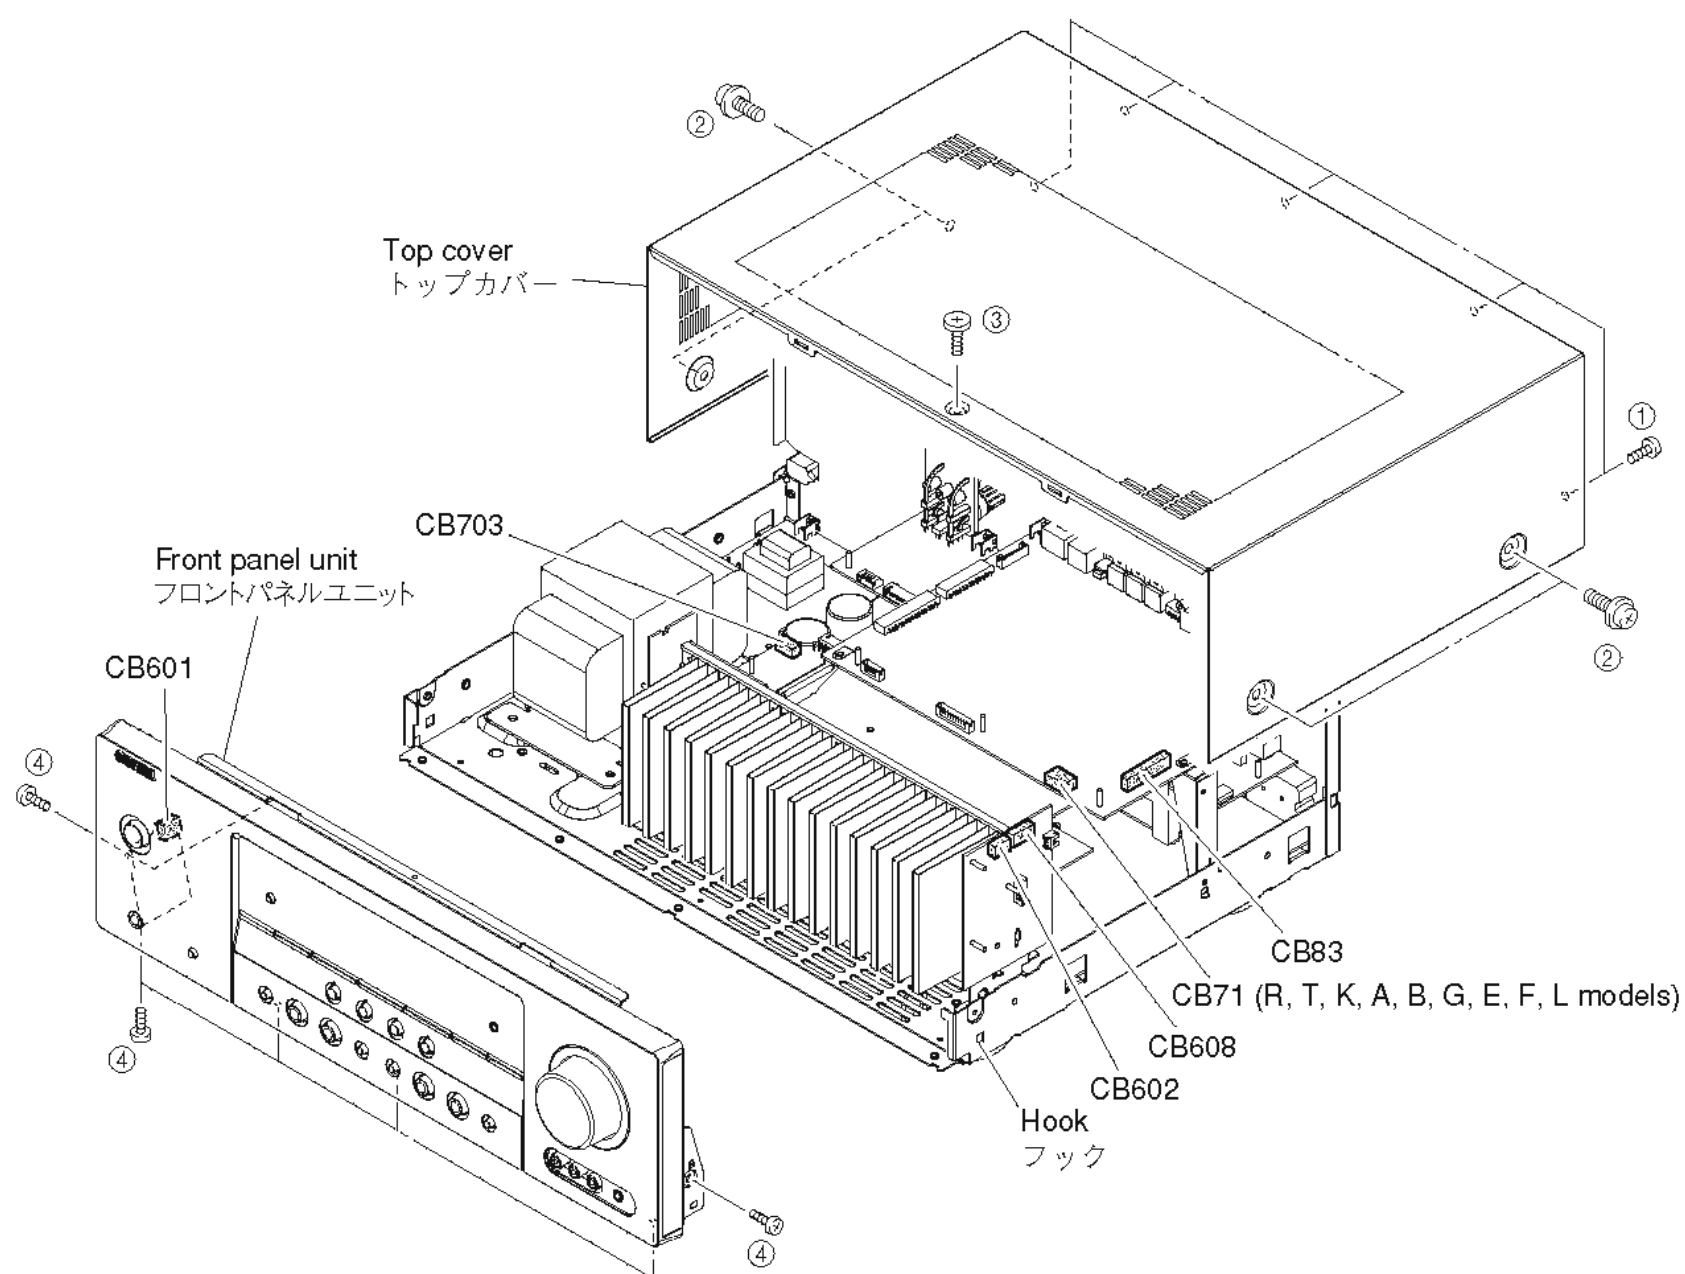

Fig. 1
- a. Remove 5 screws (①), 4 screws (②) and 1 screw (③). (Fig. 1)
- b. Slide the top cover rearward to remove it. (Fig. 1)
- a. ①のネジ5本、②のネジ4本、③のネジ1本を外します。(Fig. 1)
- b. トップカバーを後方へスライドさせ、取り外します。(Fig. 1)
- a. Remove 6 screws (④). (Fig. 1)
- b. Remove CB71 (R, T, K, A, B, G, E, F, L models), CB83, CB601, CB602, CB608 and CB703. (Fig. 1)
- c. Release hook and then remove the front panel unit. (Fig. 1)
- a. ④のネジ6本を外します。(Fig. 1)
- b. CB83、CB601、CB602、CB608、CB703を外します。(Fig. 1)
- c. フック1ヶ所を外し、フロントパネルユニットを取り外します。(Fig. 1)